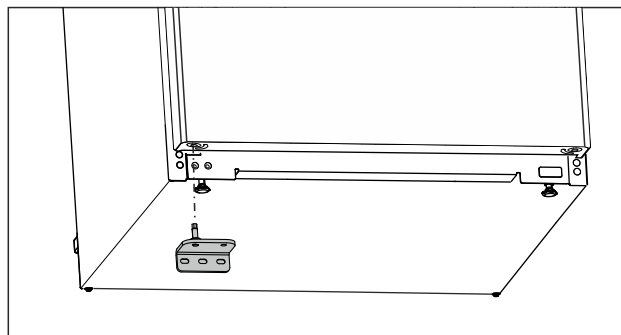

Fig. 17
- ▶ Поставете долната лагерна стойка от другата страна. (виж *Fig. 17*)